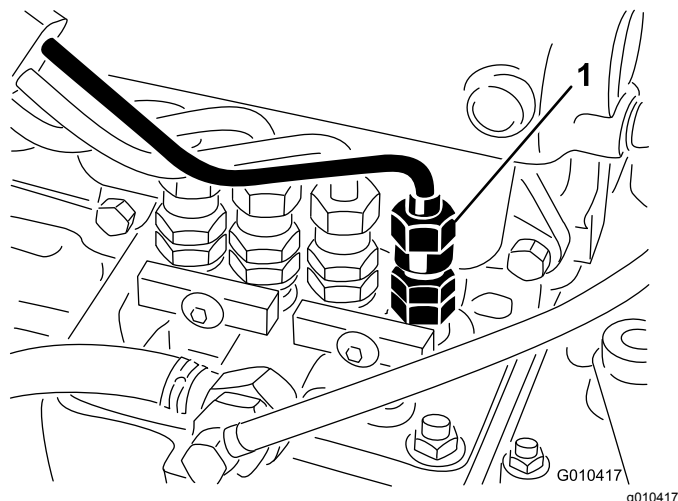

Рисунок 40
1. Ослабьте соединение трубки к соплу инжектора №1 и держателю в сборе на насосе для впрыска топлива (Рисунок 40).